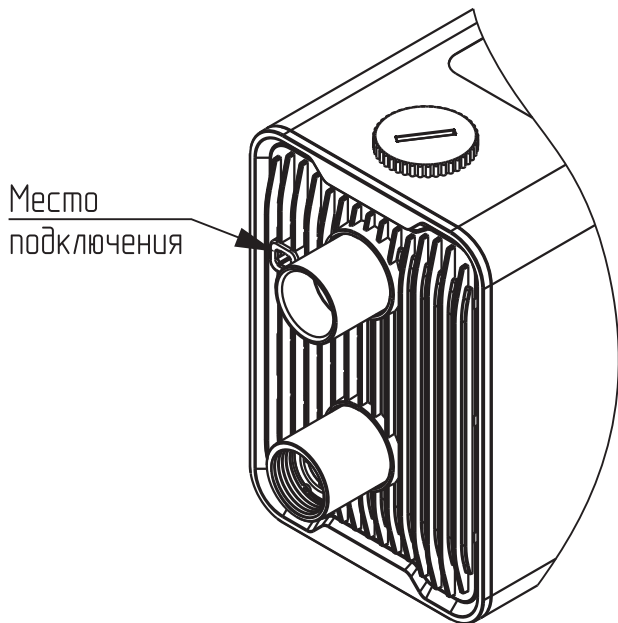

Рис. 9 Параллельное подключение насосов
1. Подключите оба насоса по сигнальному проводу (**Рис. 9**) (приобретается отдельно, арт. DU4991100453);